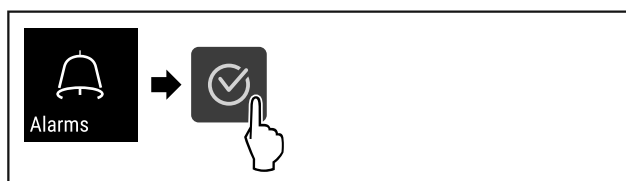

Fig. 114
- ▶ Végezze el a gyakorlati lépéseket (lásd Fig. 114) .